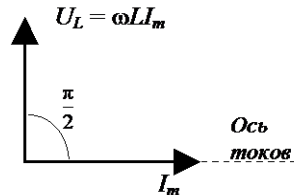

Рис. 4. Векторная диаграмма
где $I_m = \frac{U_m}{\omega L}$. Величина $X_L = \omega L$ называется реактивным индуктивным сопротивлением или просто индуктивным сопротивлением. Из сравнения (3) и (4) видно, что падение напряжения на индуктивности опережает по фазе ток, текущий через индуктивность, на $\pi/2$ (рис. 4).